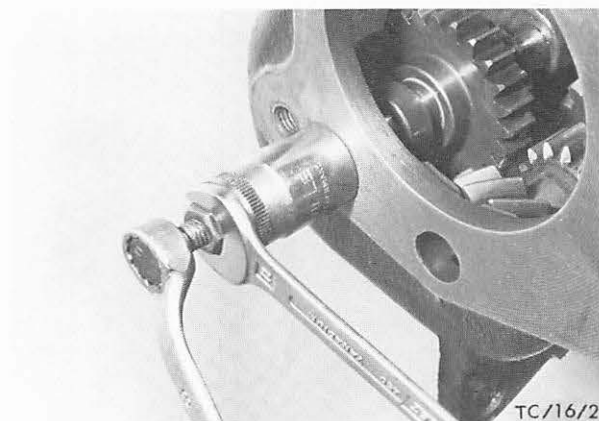

Abb. 90 Zwischenrad – Rw.Gang ausbauen
17. Zwischenradwelle – Rw.Gang ausbauen. Eine Schraube M8x60 mm (5/16") mit montierter Mutter, Scheibe und Stecknuß in die Zwischenradwelle einschrauben. Durch Anziehen der Mutter Welle herausziehen. Abb. 90. Zahnrad – Rw. Gang und Schaltklaue entfernen.